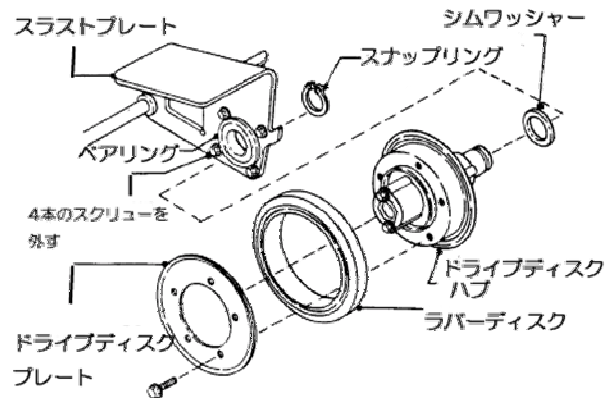

図6-12B
3. ドライブディスクハブとスラストプレートを固定しているスナップリングを外します。(図6-12B)